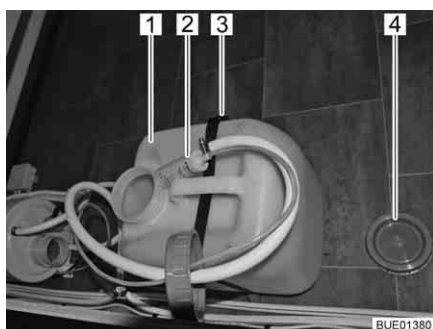

Fig. 179 Serbatoio dell'acqua 16 l
In caso di trasporto chiudere il serbatoio dell'acqua con un coperchio (Fig. 179,4).
- Estrarre la pompa dell'acqua (Fig. 179,2) dal serbatoio dell'acqua (Fig. 179,1).
- Sganciare la cinghia di arresto (Fig. 179,3).